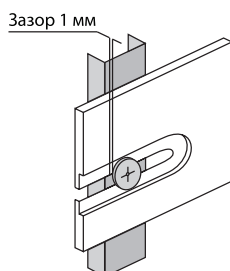

Рис. 1
2. Панели и аксессуары нельзя жестко фиксировать (рис. 1).